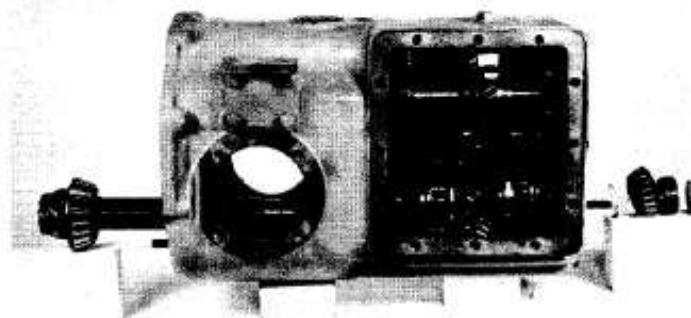

FIG. 28
16. REFERENCE FIG. 28, ROLL THE PINION SHAFT GEAR GROUP INTO POSITION INSIDE THE GEAR CASE. SLIDE PINION SHAFT THROUGH THE GEAR GROUP FROM THE FRONT. MAKE SURE ALL THRUST WASHERS AND SMALL PARTS ARE INSTALLED.